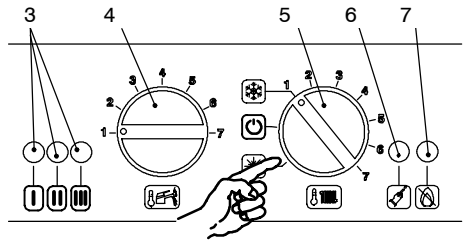
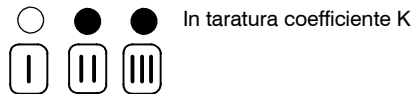
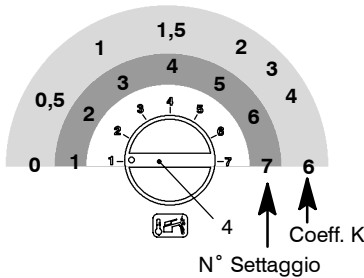
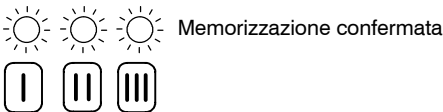

fig. 5.24
fig. 5.25
fig. 5.27
fig. 5.28
1 Alimentate elettricamente la caldaia azionando l'interruttore bipolare previsto nella installazione; la lampada di segnalazione 3 in fig. 5.24 lampeggia ogni 4 secondi.
- 2 Posizionare il selettore 5 come indicato in fig. 5.24; la lampada di segnalazione 3 lampeggia ad intermittenza circa ogni 2 secondi.
- 3 Tenere premuto il pulsante di ripristino 6 in fig. 5.24 per circa 10 secondi, la lampada di blocco 7 in fig. 5.24 inizierà a lampeggiare.
- 4 Per tarare il *coefficiente K* le spie di segnalazione 3 in fig. 5.24 devono essere visualizzate come in fig. 5.25 (legenda spie fig. 5.26)
- 5 Se non si visualizza questa sequenza premere il pulsante di ripristino 6 in fig. 5.24 tante volte fino alla visualizzazione (5 volte).
- 6 Per visualizzare il settaggio impostato tenere premuto il pulsante di ripristino 6 in fig. 5.24 per circa 5 secondi. Le spie di segnalazione 3 in fig. 5.24 lampeggeranno un numero di volte pari al settaggio (fig. 5.27)
- 7 Per cambiare il settaggio ruotare la manopola regolazione temperatura sanitari 4 in fig. 5.24 e posizionarla nel valore di **K** desiderato fig. 5.27 (nella figura es. manopola settata per **K1,5**), la lampada di segnalazione blocco 7 in fig. 5.24 lampeggia velocemente.
- 8 Per memorizzare il settaggio premere il pulsante di ripristino 6 in fig. 5.24 per circa 5 secondi, le spie di segnalazione 3 in fig. 5.24 lampeggiano tutte quante simultaneamente come in fig. 5.28 (legenda spie fig. 5.26)
- 9 Posizionare il selettore 5 come indicato in fig. 5.28 per uscire dalla programmazione.